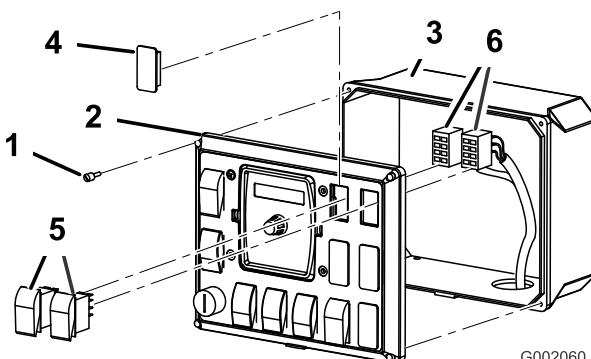

図 28
1. 前パネルを制御ボックスに固定しているねじ 4 本をゆるめる（図 28）。
2. 前パネルを外し、コントロール・ボックス内部が見えるようにする（図 28）。
3. 車両の散布コントロール・パネルについている打ち抜き栓2ヶ所を打ち抜き、キットに付属しているロッカー・スイッチ2個を、打ち抜いた穴に取り付ける（図 28）。